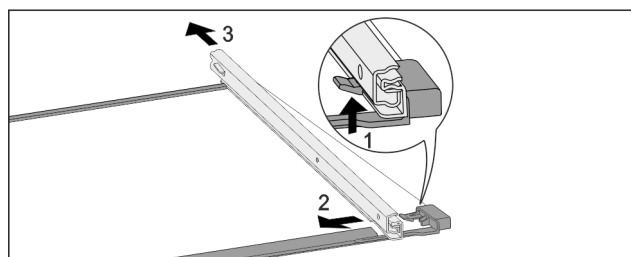

Fig. 195 Tablette en verre avec rails
- ▶ Pousser le crochet d'enclenchement avant vers le bas. Fig. 195 (1)
- ▶ Pousser le rail télescopique vers le côté Fig. 195 (2) et vers l'arrière Fig. 195 (3).